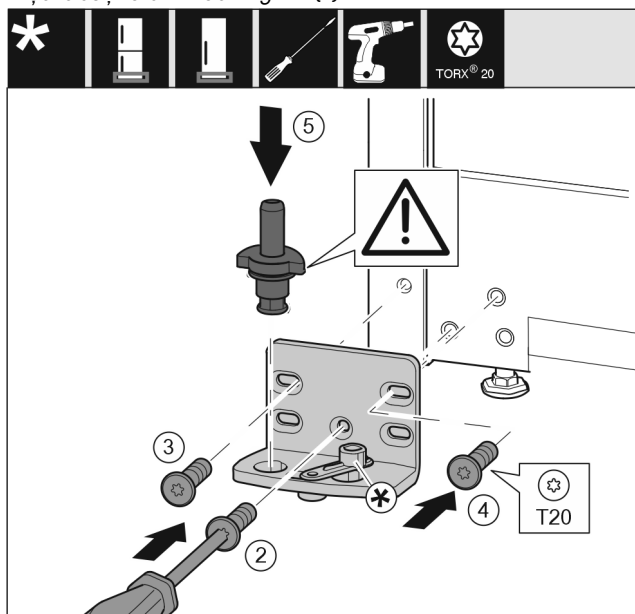

Fig. 13
- ▶ Aplicaţi suportul de lagăr pe partea opusă şi înşurubaţi-l cu ajutorul unei şurubelniţe T20. Începeţi cu şurubul 2 de jos din centru. Fig. 13 (2)
- ▶ Înşurubaţi ferm şurubul 3 şi 4. Fig. 13 (3,4)
- ▶ Introduceţi complet bolţul de lagăr. Aveţi grijă aici ca respectiva camă de cuplare să fie îndreptată către înapoi. Fig. 13 (5)